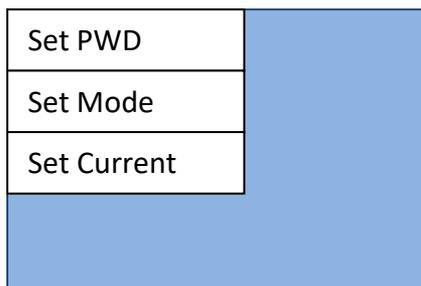

Figura 24 - Schermata configurazione password, modalità di utilizzo e potenza
- 2) Figura 24.
5) Figura 24. Si apriranno in sequenza a pochi secondi l'una dall'altra, due schermate (Figura 26a e Figura 26b). Aspettare, senza schiacciare i tasti, fino alla comparsa della schermata in Figura 26b.
8) Figura 24. Si apriranno in sequenza a pochi secondi l'una dall'altra, due schermate (Figura 27a e Figura 27b). Aspettare, senza schiacciare i tasti, fino alla comparsa della schermata in Figura 27b.